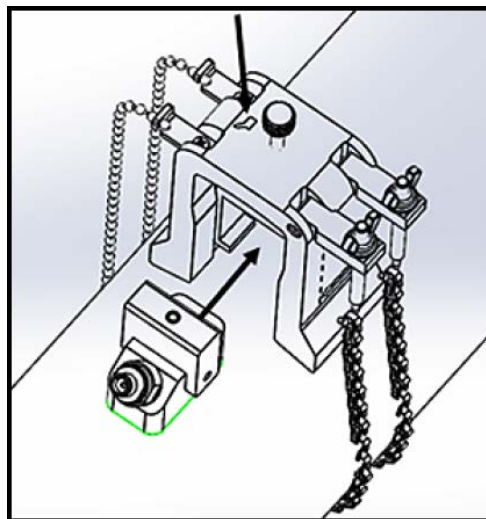

图 32: 将换能器插入轭架
8. 拧松轭架螺丝。在换能器正面涂上耦合剂，将其插入轭架，如下面的 图 32 所示。